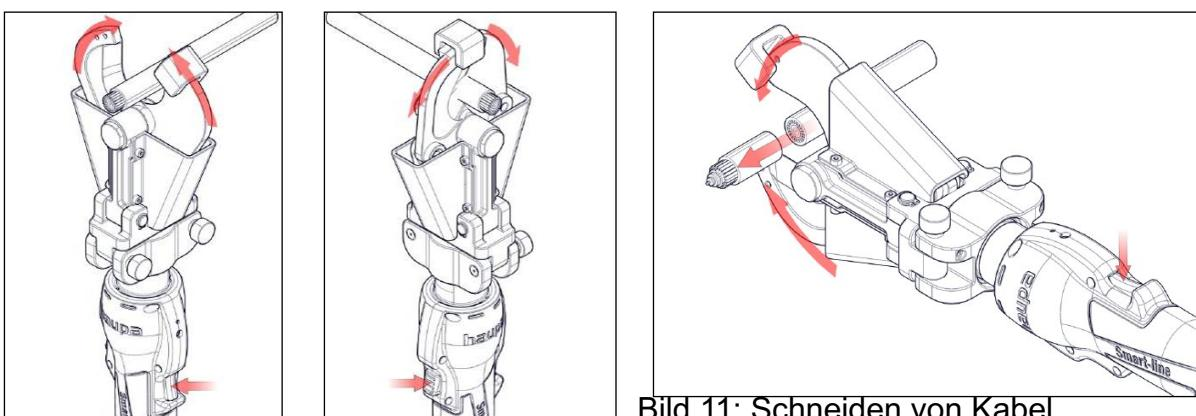

Bild 11: Schneiden von Kabel
- Drücken Sie die Starttaste, um das Kabel zu schneiden, und die Rücklauftaste, um das Kabel/Schneidmaterial aus dem Arbeitsbereich herauszunehmen, siehe Bild 11 unten: